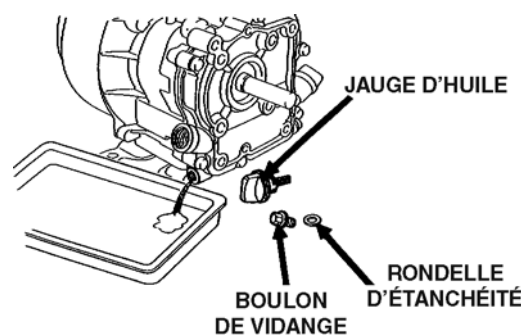

Figure 14. Huile du moteur (vidange)
1. Faites la vidange d'huile lorsque l'huile est **chaude**, comme illustré à la figure 14.